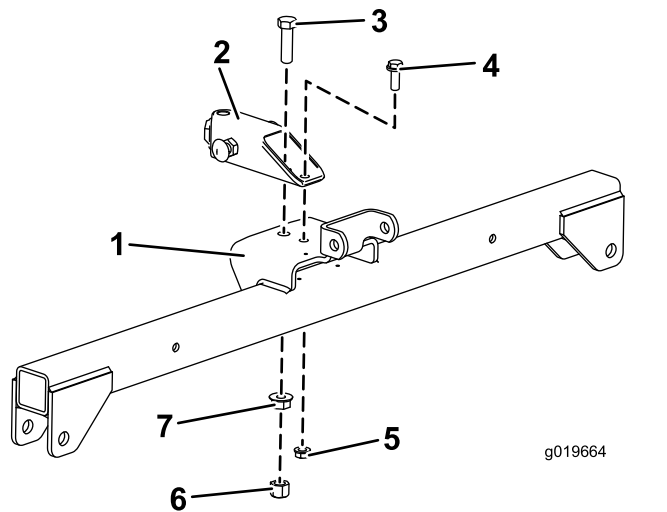

図 4
2. ハンガーアセンブリ図 4の前穴に、トングチューブを仮止めするボルト $\frac{1}{2}$  x  $1\frac{3}{4}$  インチ1本、フランジヘッドナット $\frac{1}{2}$  インチ1本、六角ナット $\frac{1}{2}$  インチ1個を使用する。